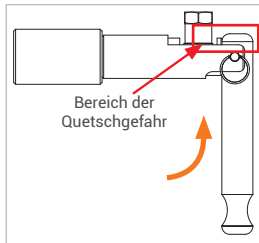

Abbildung 7
- ▶ Betätigen Sie den Spannhebel (Pos. 2) zurück in seine Ausgangslage (Abbildung 7).